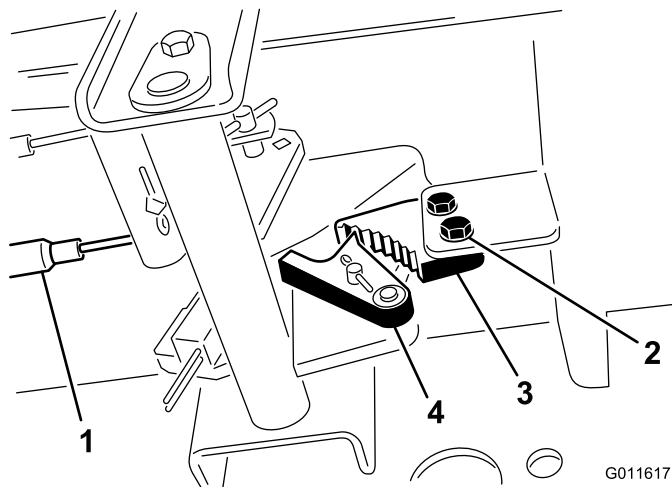

Figura 69
1. Allentate le due viti che fissano il nottolino del freno di stazionamento al telaio (Figura 69).
2. Premete in avanti il pedale del freno di stazionamento finché il fermo non s'innesca completamente nel nottolino del freno (Figura 69).